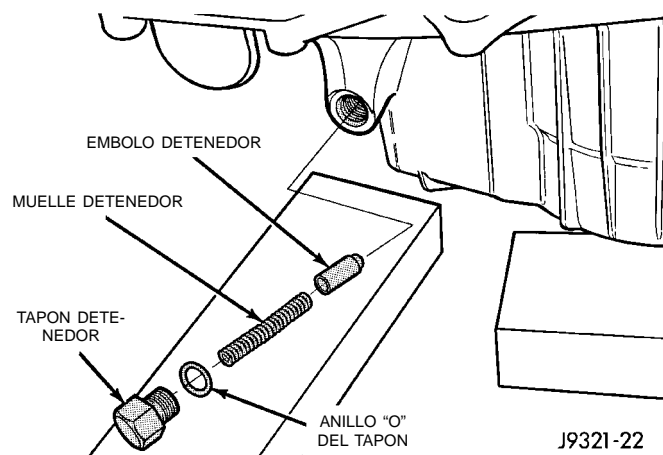

Fig. 63 Componentes detenedores de cambio
- (7) Verifique que la corredera de la horquilla de posición esté asentada en el casquillo de la caja y que el manguito del embrague esté bien acoplado en el engranaje de primera.
- (8) Gire el sector a la posición NEUTRAL.
- (9) Instale un nuevo anillo "O" en el tapón detenedor (Fig. 63).
- (10) Lubrique el émbolo detenedor con líquido de transmisión o con una capa delgada de vaselina.
- (11) Instale el émbolo, muelle y tapón detenedores (Fig. 63).
- (12) Verifique que el émbolo esté bien acoplado en el sector.
- (13) Inserte el eje principal en el cojinete guía del engranaje impulsor.